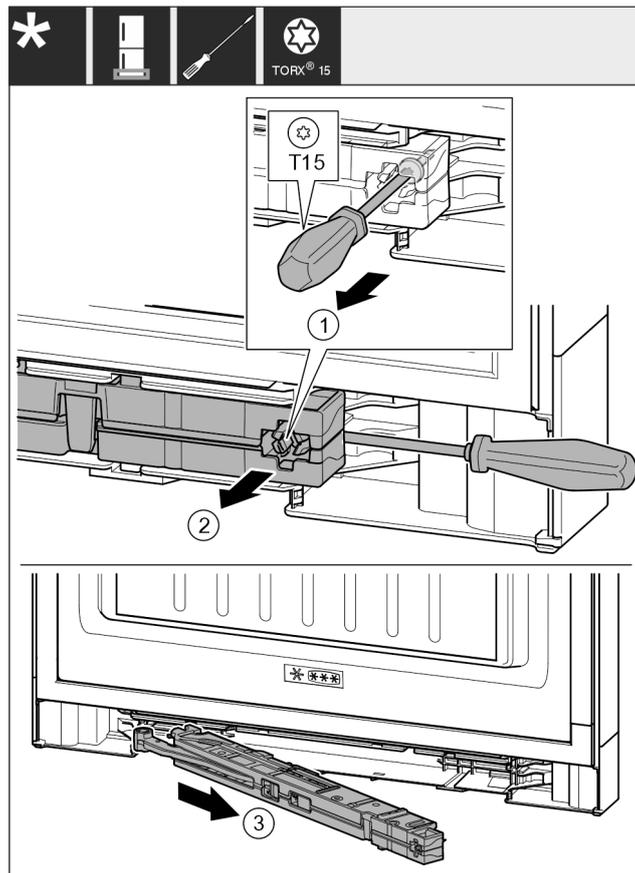

Fig. 19
- ▶ Schraube Fig. 19 (1) an Schließdämpfereinheit mit Schraubendreher 14 mm lösen.
- ▶ Schließdämpfereinheit Fig. 19 (2) griffseitig mit Schraubendreher nach vorne aushebeln.
- ▶ Schließdämpfereinheit Fig. 19 (3) herausziehen.